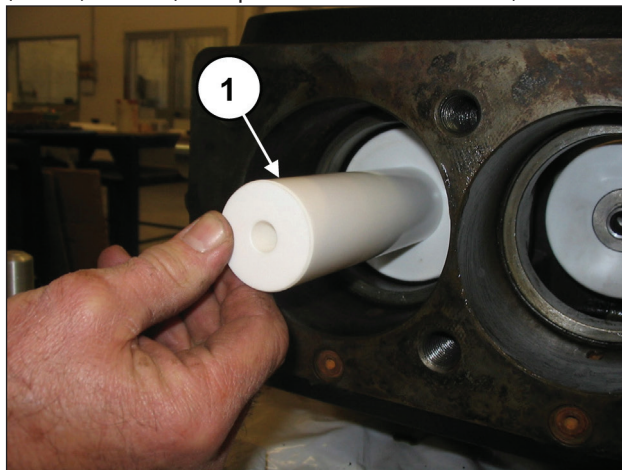
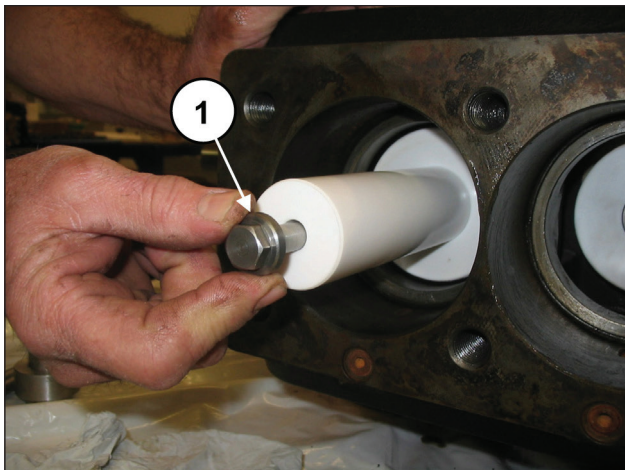

Рис. 182
Рис. 183
Установите поршни на соответствующие направляющие (поз. ①, Рис. 182) и закрепите их согласно поз. ①, Рис. 183.